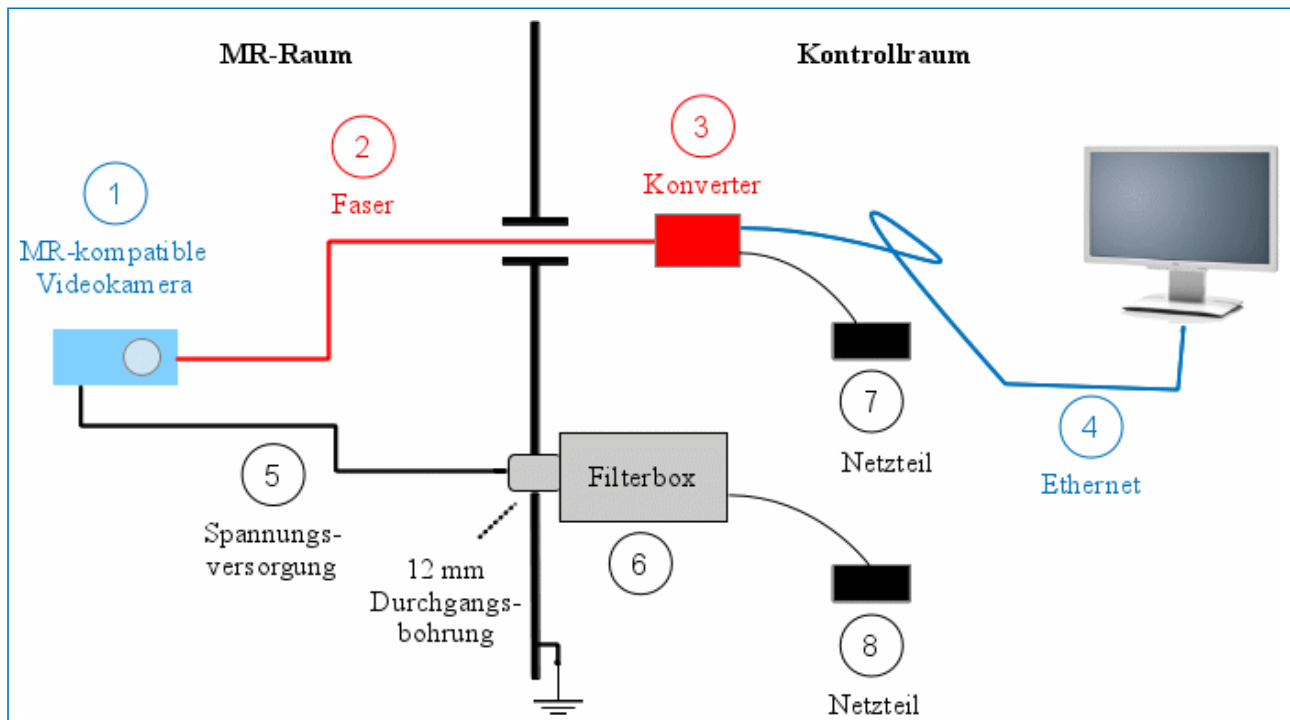

Abbildung 3: Überblick über die Komponenten im MR- und im Kontrollraum.
Die Installation des Kamerasystems ist recht einfach. Abbildung 3 zeigt eine typische Anordnung. Die Videosignale werden über eine optische Faser (2) übertragen, und die Kamera wird über ein speziell abgeschirmtes Kabel (5) mit Spannung versorgt. Ein Konverter (3) wandelt die optischen Signale in das Gigabit Ethernet-Protokoll, das dann physikalisch auf einem gewöhnlichen Ethernet-Kabel (1000BaseT) (4) liegt.
Zur dauerhaften Installation sollte die Filterbox mit dem Durchgangs-**Spannungsanschluss** (siehe Abbildung 4) fest an das Filterpanel geschraubt werden. Abbildung 3 illustriert die empfohlene Anordnung: